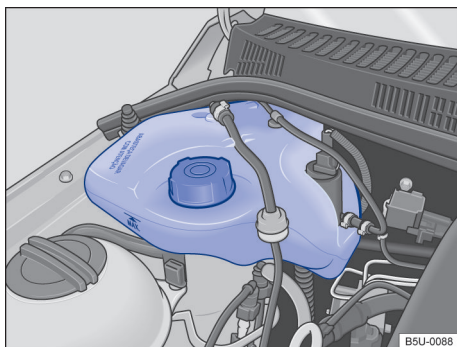

Fig. 135 No compartimento do motor: reservatório de gasolina para o sistema de partida a frio.
O reservatório de gasolina do sistema de partida a frio encontra-se no compartimento do motor, no lado direito → Fig. 135.
- Nunca ultrapassar a marca "MAX" indicada no reservatório → Fig. 135.